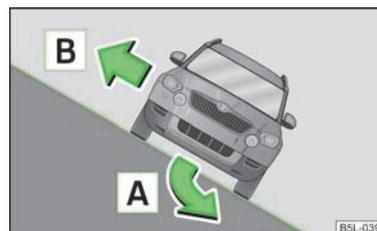

Abb. 139
Wenn ein Kippen droht, dann sofort in Fallrichtung **[A]** lenken » Abb. 139 und leicht Gas geben.
Wenn das Fahrzeug mit einer großen Schräglage am Hang zum Stillstand kommt und Sie und Ihre Mitfahrer aussteigen müssen, dann sollen alle Insassen an der Fahrzeugseite aussteigen, die hangaufwärts **B** zeigt » Abb. 139.
- Bevor schräg am Hang **A** gefahren wird » Abb. 139, ist darauf zu achten, dass in Falllinie gelenkt werden kann. Wenn schräg am Hang gefahren wird und das Fahrzeug zu kippen droht, dann sofort hangabwärts in Falllinie lenken und leicht Gas geben.
- Wenn das Fahrzeug sehr schräg an einem Hang steht, dann nicht hangabwärts aus dem Fahrzeug aussteigen. Das Fahrzeug immer vorsichtig auf der hangaufwärts gerichteten Seite **B** verlassen » Abb. 139.